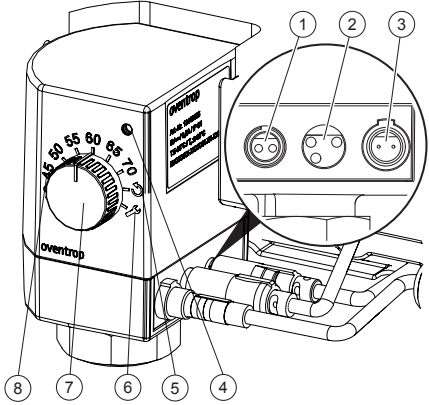

Fig. 1: Moteur avec réglage intégré de la température d'E.C.S.
- Avant de procéder au montage du moteur, le moteur déjà en place doit d'abord être démonté. Pour le démontage, positionner le moteur sur Mode service (voir Fig. 1). Par cette manœuvre, le moteur ouvre et le démontage est facilité.
- Raccorder les raccordements à emboîtement au moteur (voir Fig. 1).